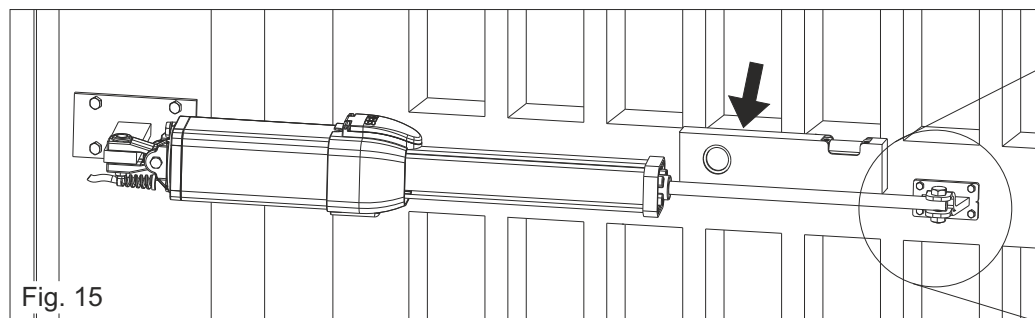

Fig. 15
Selon le type d'ouverture (intérieure ou extérieure) et la rotation maxie du vantail choisie (voir pag. 36-37), il faut couper (en avant) la bride en respectant le quota "a" de pag. 36-37 et après souder comme dans Fig. 14. Le support doit être positionné de façon que l'opérateur est parfaitement horizontal (Fig.14, Fig.15).
- 4) Positionner l'opérateur de façon parfaitement horizontal donc marquer la position de l'attaque antérieur (Fig. 15)